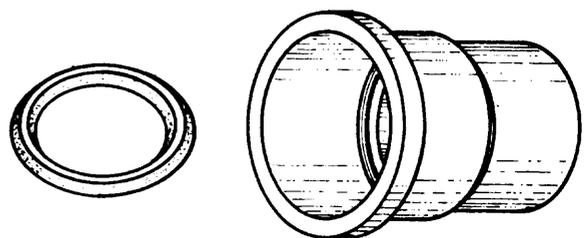

Fig. 3
3. Con empaaduras de goma (fig. 3).